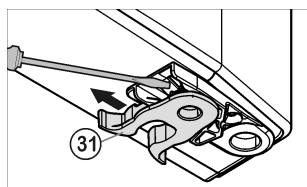

Fig. 8
- Federklemme Fig. 8 (31) umsetzen: Rastnase runterdrücken, Federklemme darüber hinweg abziehen.